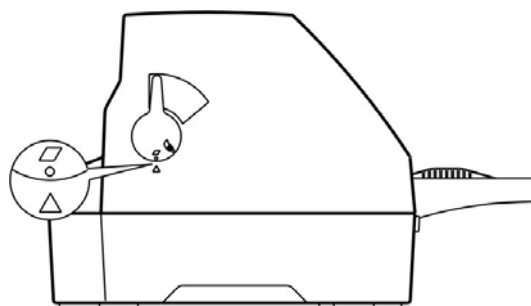

图 3-2 设定单页/连续纸进纸选择杆位置（单页纸）
2. 将单页/连续纸进纸选择杆置于单页进纸方式位置。如图 3-2 所示，确保单页纸符号对准打印机外壳的上“△”标志。